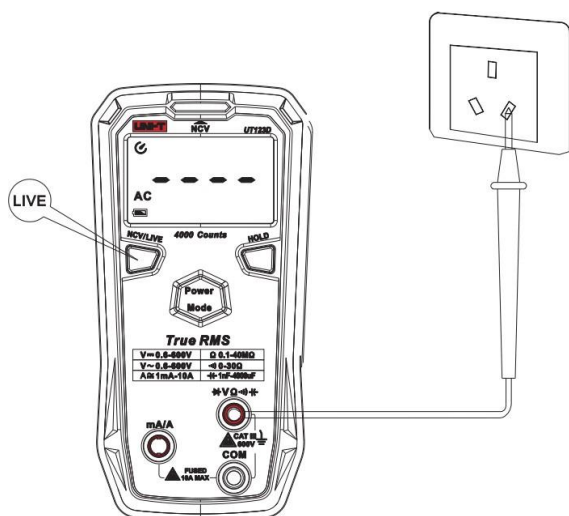

Рисунок 3
9.8. Определение типов проводов (LIVE) (рисунок 3)